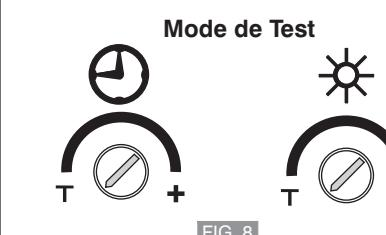

FIG. 8
- Tourner délicatement dans le sens antihoraire le régulateur de la temporisation () et celui de la luminosité () jusqu'à l'arrêt (**position de TEST** - FIG. 8).